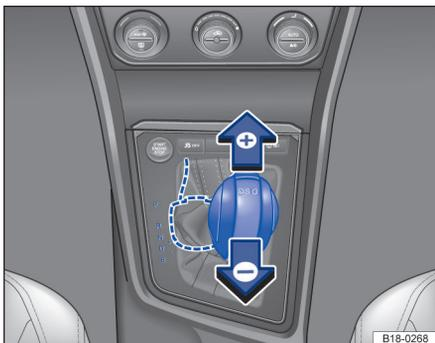

图 134 换挡杆在 Tiptronic 手动电控换挡程序位置上
- 向前  或向后  短促按压换挡杆，即可换高档或降挡。→图 134